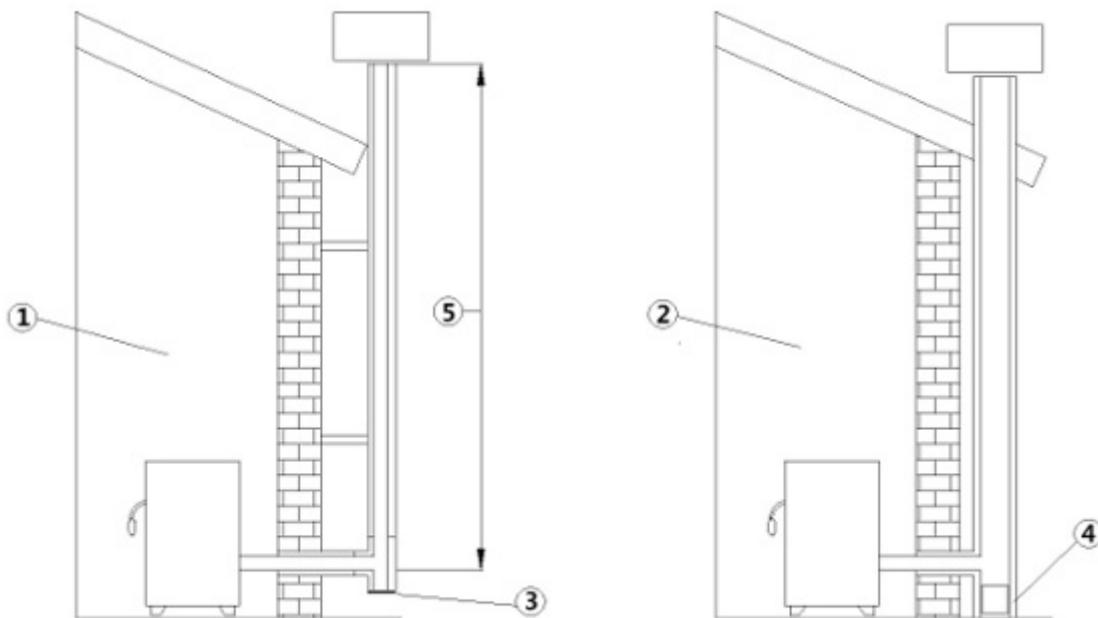

Fig. 1 - Rauchabzüge
LEGENDE	Fig. 1
- Der Schornstein muss unabhängig sein (siehe **Fig. 1**) mit isolierten Edelstahl-Rohren (1) oder an einem bereits bestehendem Rauchabzug (2).
- Beide Lösungen müssen einen Inspektionsdeckel (3) und / oder eine Inspektionstür haben (4).